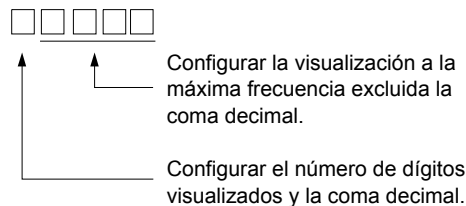

Fig. 6.61 Regla de configuración de escala PI
- 40 a 39999: Display de usuario. Establece la configuración máxima visualizada mediante la regla de configuración en Fig. 6.61